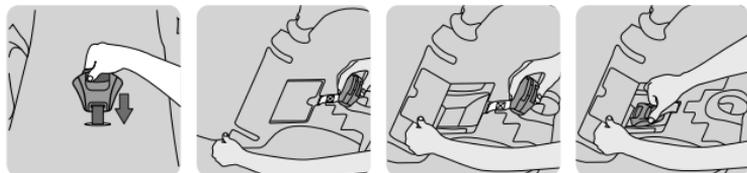

Рис. 5
Когда автокресло находится в положении четвертого уровня, поверните его в направлении против хода движения, и тогда кресло может быть отрегулировано до положения пятого уровня (см. рис. 5).
- **40 - 105 см и весом не более 18 кг:** установка против хода движения (лицом назад), используйте пятый уровень. (Рис. 5)
Расстегните пряжку и выньте из нее все части застежки ремня безопасности автокресла. Проденьте пряжку вниз и поместите в отсек на хранение. (Рис. 5)